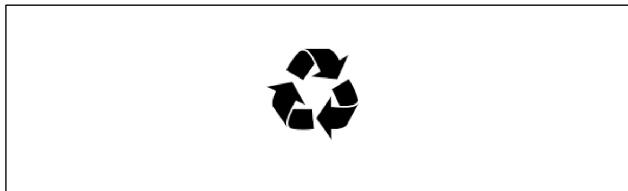

Afb. 6 Aardingspunt van de zuil
- Bevestig de tweede doorvoertule (meegeleverd) op de kabeluitvoeropening (afb. 6/2).
- Sluit de beschermende potentiaalvereffening op de aardingsbout (afb. 6/1) van de zuil aan.